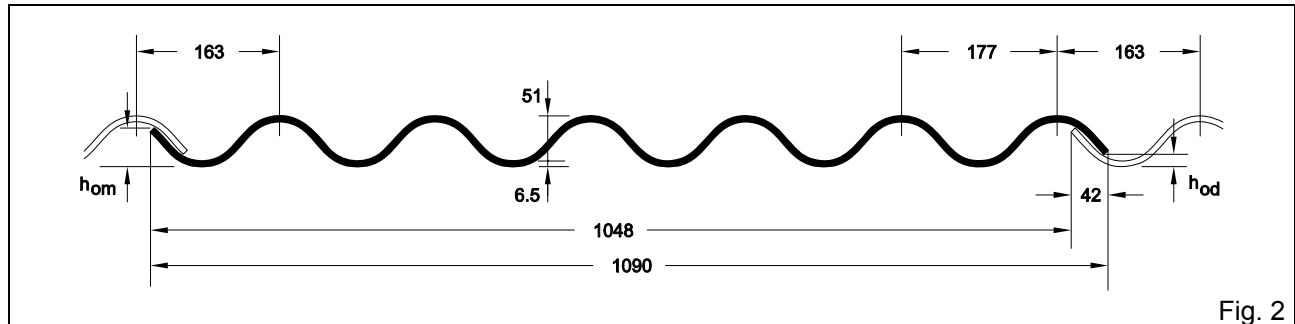

Fig. 2
**Belangrijk:** de golfplaten nr. 76 moeten steeds zo geplaatst worden dat ter hoogte van de breedteoverlap de afstand tussen de golftruggen 163 mm bedraagt (Fig. 2). Alle hulpstukken zijn aan deze maat aangepast. Gebruik de SVK montagemal (zie Fig. 38).